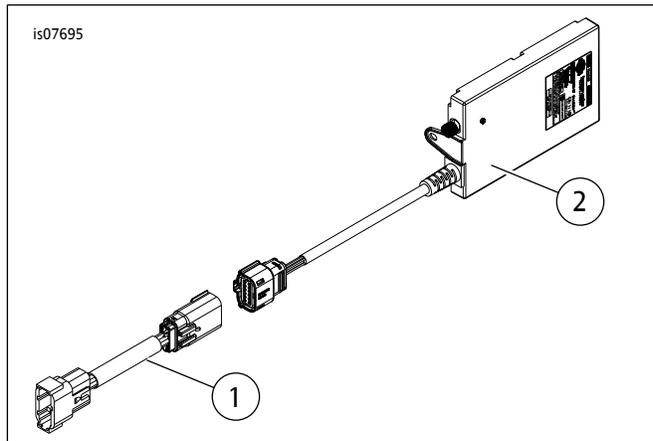

图3。维修零件：CB无线电套件
参见图3和表1。
- 参见图3。按照图示将CB模块(2)连接至CB模块线束(1)。